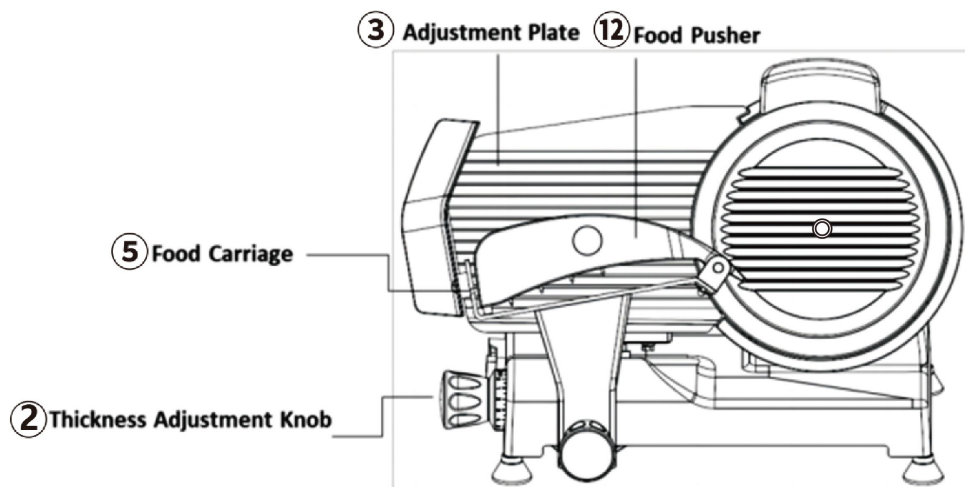

Fig. 1
5. Placez les aliments sur le chariot coulissant (pièce ⑤), entre la plaque de réglage (pièce ③) et le poussoir (pièce ⑫). Pour éviter toute blessure, utilisez TOUJOURS la poignée du poussoir (pièce ⑪) pour trancher la viande. (Voir fig. 1)
6. Tournez le bouton de réglage de l'épaisseur (pièce ②) pour régler la plaque de réglage (pièce ③) à l'épaisseur de coupe souhaitée. Tournez dans le sens horaire pour des coupes plus fines, dans le sens antihoraire pour des tranches plus épaisses. (Voir fig. 1)